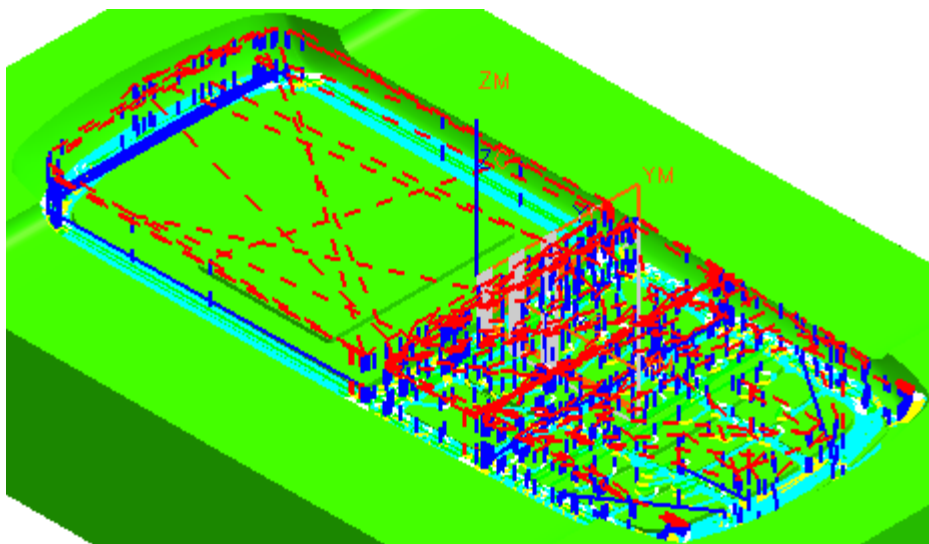

图 9-198
- 单击 , 设置如图 9-198 所示的主轴转速与进给速度, 单击 OK。